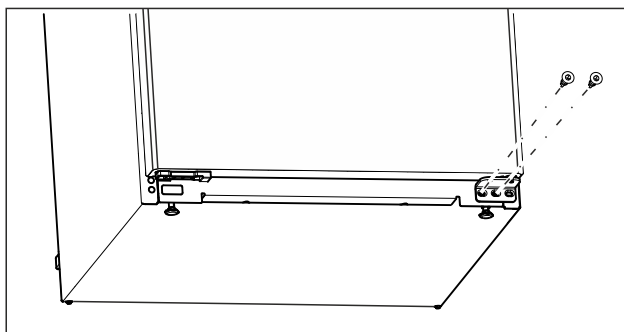

Fig. 7
- ▶ Skru ut den midtre skruen med skrutrekkeren Torx 20 på den nedre lagerbukken. (se Fig. 7)
- ▶ Skru ut den innvendige skruen med skrutrekkeren Torx 20 på den nedre lagerbukken. (se Fig. 7)